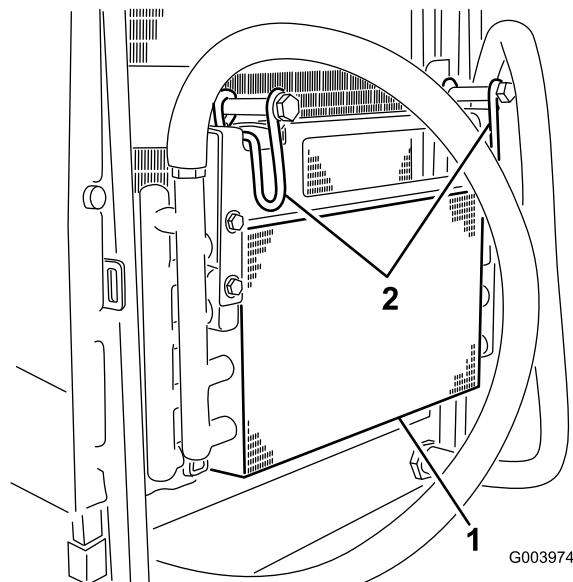

Bild 49
6. Drehen Sie den Riegel nach innen, um den Ölkuhler zu lösen (Bild 49).